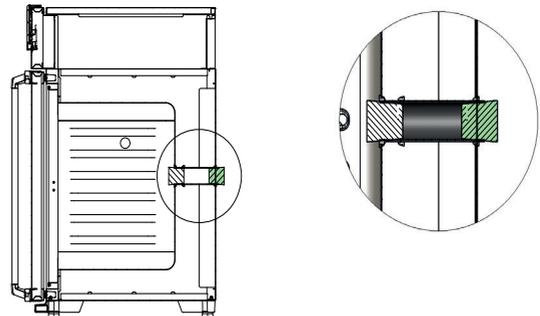

Abb. 25 HEPA-Filter
1. Falls im Innenraum am Lüfterschacht ein HEPA-Filter (Mehrausstattung, Abb. 25) montiert ist: HEPA-Filter ausbauen. Er kann beim Sterilisieren beschädigt werden.